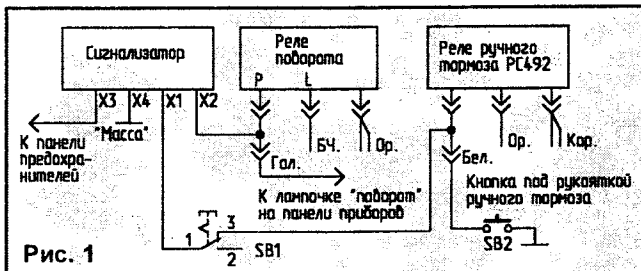

Рис. 1
Предлагаю тиристорную систему зажигания, которая нормально работает в диапазоне питающих напряжений от 1,5 до 22 В. При правильно отрегулированных карбюраторе и угле опережения зажигания двигатель с этой системой можно завести рукояткой при питании от двух батареек по 1,5 В. Схема на рис. 1 предназначена для ВА3-2108 (09), она стыкуется с датчиком Холла, а на рис.2 — для всех остальных отечественных автомобилей.
Блокинг-генератор на транзисторе VT1 и трансформаторе T1 (рис.1 и 2) позволяет получать стабилизированное напряжение на накопительном конденсаторе C4 около 400 В при работе на холостых оборотах, 450 В при запуске и 250...300 В при оборотах 6000 об/мин. На транзисторах VT2, VT3 и обмотке IV T1 собран узел управления тиристором VS1.
На рис.1 показана схема подключения сигнализатора к автомобилю ВАЗ, оборудованному тепловым реле, реле поворота и реле включения лампочки стояночного тормоза.